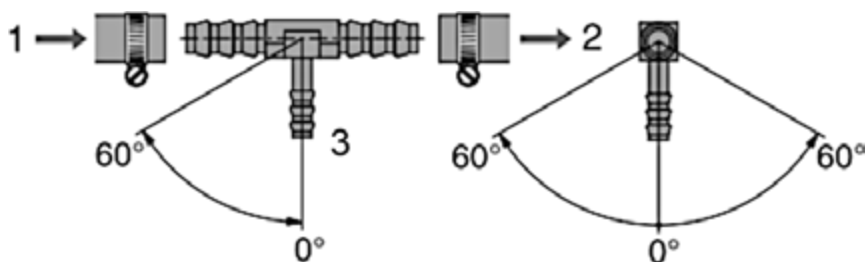

Fig. 36
- ☐ Skær/del køretøjets brændstofslange og monter T-stykket med de tykkere åbninger mellem de to ender af slangen, fig. 36 (1) (2).
- ☐ Derefter skal brændstofslangen til varmeren tilsluttes med hjælp af en gummimuffe med den tynde ende, fig. 36 (3), af T-stykket.